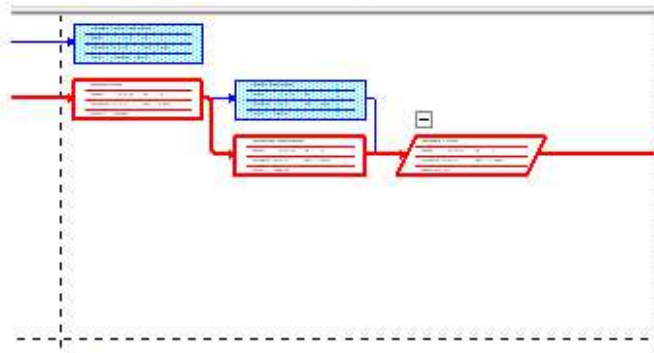

Рис. 38. Представление – Сетевой график
- Нажмите кнопку Сетевой график на панели представлений – Вид, Сетевой график. Наш проект появится на экране в виде сетевой диаграммы (рис. 38).